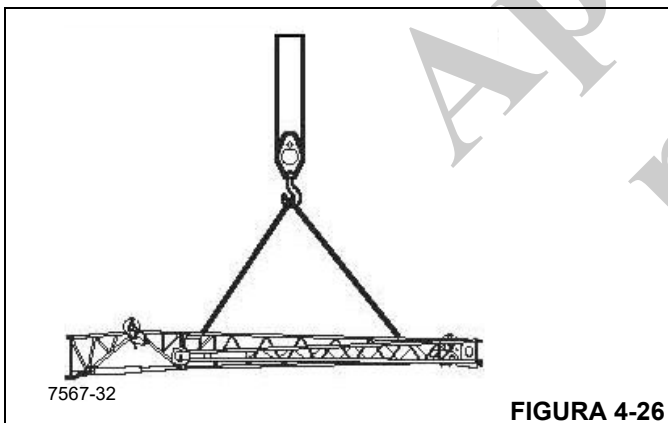

FIGURA 4-26
5. Usando uma linga presa ao guindaste auxiliar, eleve a extensão na frente da lança principal (Figura 4-26).